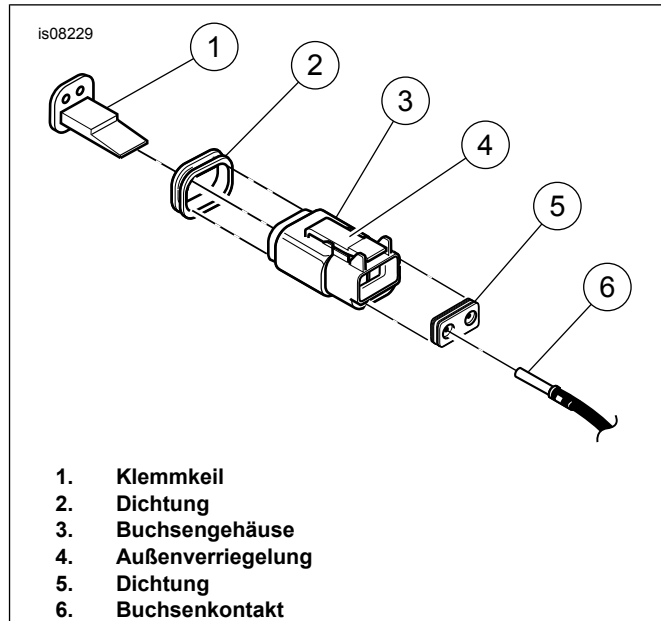

Abbildung 2. Steckverbinder des hinteren Blinkers
Siehe Abbildung 2. **Modelle von 1994 bis 1995** sind unter dem Sitz mit einem Deutsch Steckverbinder ausgestattet.
2. Siehe Abbildung 2. **An Modellen von 1994 bis 1995** den Kabeln der hinteren Blinker zu den beiden Steckverbindern unter dem Sitz folgen. Die beiden Buchsenhälften der hinteren Blinker-Steckverbinder trennen, indem die externe Verriegelung jedes Steckverbinders gedrückt wird und die Buchsenhälfte hin und her bewegt wird, bis sie sich löst. Die Pinhälften der Steckverbinder im Rahmen belassen. An jedem Steckverbinder den orangefarbenen sekundären Klemmkeil entfernen. Dazu die Klinke eines kleinen Schraubendrehers in die Klemmkeilnut einführen. Den Schraubendreher um 90 Grad drehen, um den Keil herauszudrücken. Die kleinen Verriegelungszungen im Innern der Steckverbinder mit einem kleinen Schlitzschraubendreher entriegeln und die Kabel vorsichtig aus den Steckverbindern ziehen.